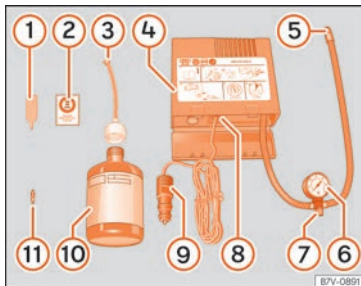

Abb. 71 Prinzipdarstellung: Bestandteile des Pannensets
• Ventilkappe und Ventileinsatz vom Reifenventil abschrauben. Verwenden Sie den Ventileinsatzdreher »» **Abb. 71** ① zum Heraus-schrauben des Ventileinsatzes. Legen Sie den Ventileinsatz auf einem sauberen Untergrund ab.
• Reifendichtmittelflasche kräftig schütteln »» **Abb. 71** ⑩.
• Schrauben Sie den Einfüllschlauch »» **Abb. 71** ③ auf die Dichtmittelflasche. Die
• Verschlussstopfen vom Einfüllschlauch »» **Abb. 71** ③ entfernen und das offene Ende ganz auf das Reifenventil stecken.
• Ventileinsatz mit dem Ventileinsatzdreher »» **Abb. 71** ① wieder in das Reifenventil schrauben.
• Reifenfüllschlauch »» **Abb. 71** ⑤ des Luftkompressors fest auf das Reifenventil schrauben.
• Prüfen, ob die Luftablassschraube »» **Abb. 71** ⑦ zuge dreht ist.
• Stecker »» **Abb. 71** ⑨ in die 12 Volt-Steckdose des Fahrzeugs stecken »»  Seite 170.
• Luftkompressor mit dem EIN- und AUS-Schalter »» **Abb. 71** ⑧ einschalten.